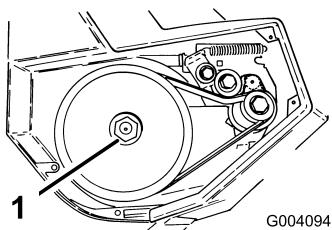

**Bild 15**
**Hinweis:** Wenn Sie die Rotoblätterwelle nicht durch Festhalten der Rotorblätter entfernen können, nehmen Sie die linke Abdeckung und die Kufe ab (Bild 15).
- Nehmen Sie die drei Schrauben ab, mit denen die linke Seitenplatte am Rahmen der Schneefräse befestigt ist (Bild 15).
1. Nehmen Sie die Schrauben ab, mit denen die linke Seitenplatte und die Kufe am Rahmen der Schneefräse befestigt sind (Bild 15).